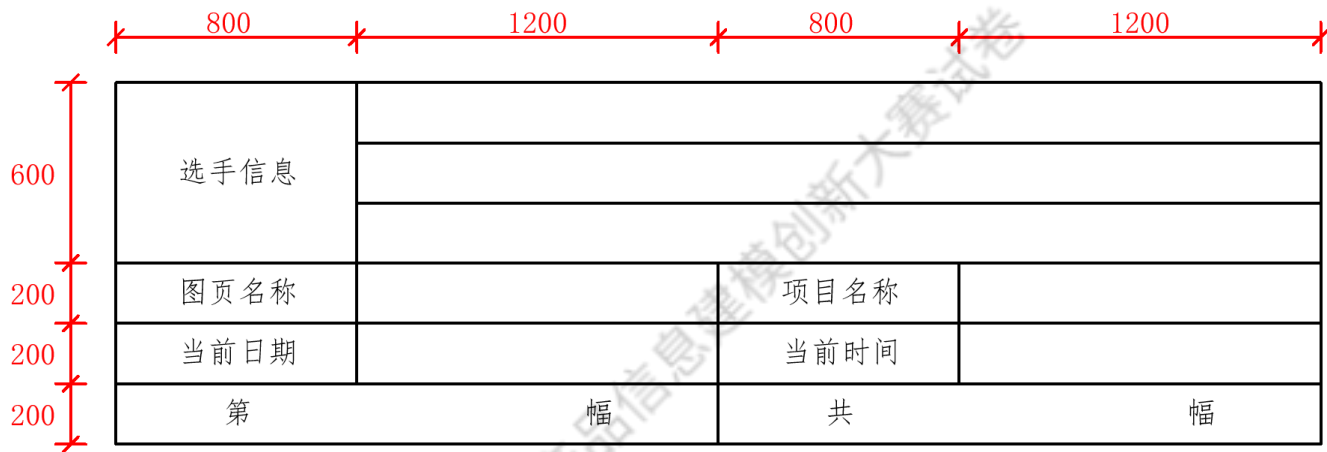

图 3 标题栏 (单位: mil)
- 1、在原理图模板文件 usr_muban 中，绘制图 3 所示的动态标题栏，标题栏位于图纸右下角，要求：设置图纸大小为 297mm*210mm，水平放置，标题栏边框及文字均为黑色，字体采用仿宋，文字大小以能够合适填入对应区域为宜；